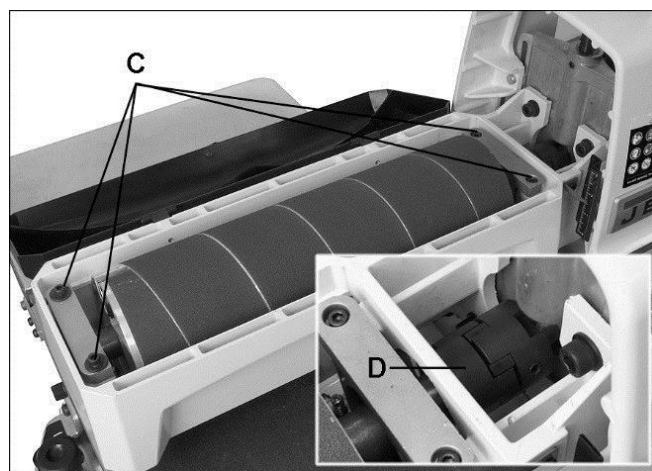

Рис. 10-2: снятие барабана.
Открутите четыре винта с внутр. шестигранником (C, Рис. 10-2). Осторожно выньте барабан с подсоединенной к нему муфтой (D).